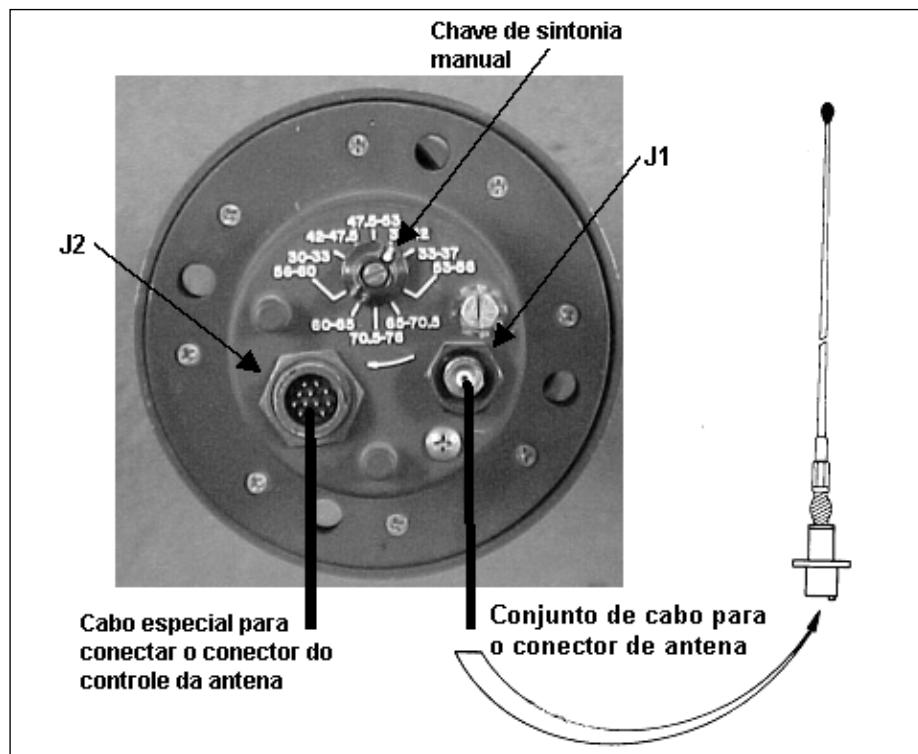

Fig 8-43. Antena EB 11-AX 35/ERC
Controle, indicador ou conector(Fig 8-43)	Função
e. Antena EB11-AX35/ERC (Fig 8-43)
(1) Descrição - A antena EB11-AX35/ERC consiste de unidade de acoplamento base de antena EB11-EA30/ERC, elemento de antena EB11-EA28/ERC e elemento de antena EB11-EA29/ERC.
(2) O elemento da antena EB11-EA28/ERC é aparafusado na base suporte de antena EB11-EA30/ERC, que é montada no exterior do teto da torre. O elemento de antena EB11-EA29/ERC é aparafusado no topo do elemento de antena EB11-EA28/ERC. A antena tem comprimento de 3,30 metros. O suporte com mola e a base da mola localizada EB11-EA30/ERC permite a EB11-AX35/ERC vergar sem quebrar quando choca contra um obstáculo. Esta antena é acoplada ao RT-246/VRC.